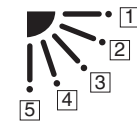

Abb. 7-11
* Eingabewert "YYYY" (siehe Abb. 7-11)
Wenn die Klappenposition 4 oder 5 vorgegeben ist und die Einheit auf Kühl- oder Trocknen-Modus eingestellt ist, fährt die Klappe beim Starten des Betriebs Position 3 an. (Siehe Abb. 7-11)
Bei "Separate Einstellung der Klappen" vorgegebene Klappen führen beim Betrieb eine Schwenkbewegung aus. Nicht eingestellte Klappen fahren dabei die Position 1 an. (Siehe Abb. 7-11)